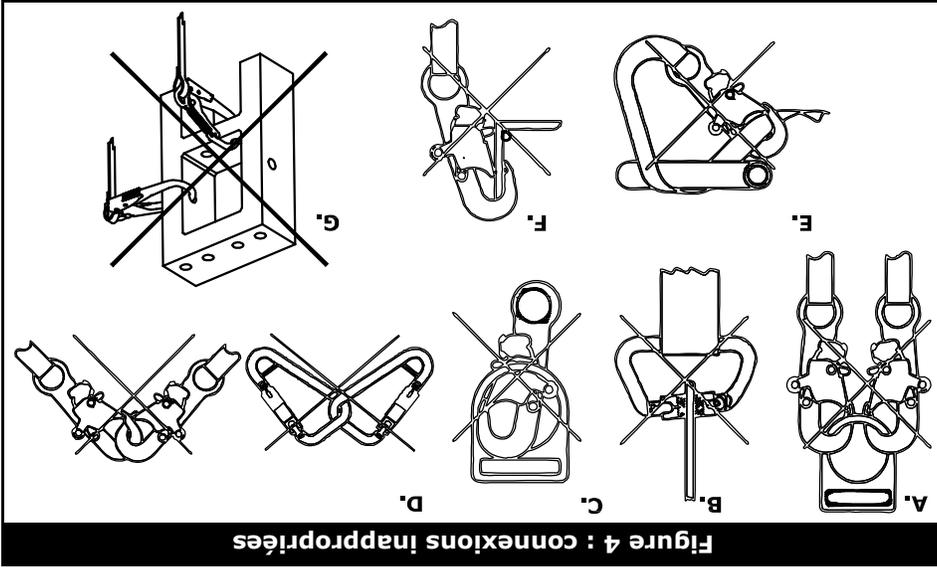

Figure 4 : connexions inappropriées
- Les connecteurs DBI-SALA (crochets mousquetons et mousquetons) sont conçus pour être utilisés uniquement selon les instructions propres à chaque produit. Voir la Figure 4 pour les connexions inappropriées. Les crochets mousquetons DBI-SALA ne doivent pas être connectés :